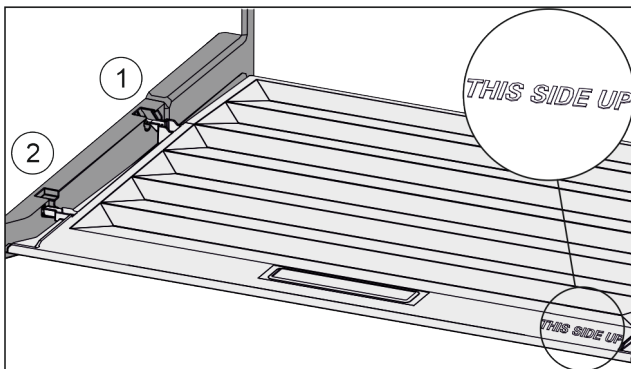

Fig. 64
- ▶ Vezesse be a fedél bordáit a hátsó tartó Fig. 64 (1) nyílása fölé, elöl pedig pattintsa be azokat a tartóba Fig. 64 (2).